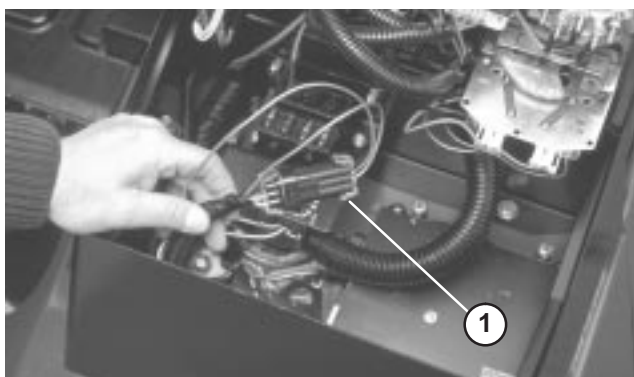

Figure 36
2. Ouvrez le couvercle du panneau de commande. Localisez le faisceau de câblage et les connecteurs près du module de commande (Fig. 36). Débranchez le connecteur de boucle du faisceau de câblage avec précaution.